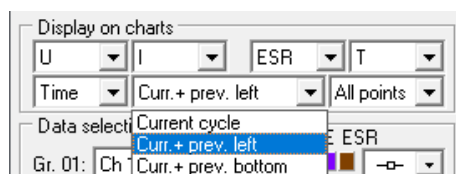

Рисунок 119 - Настройка режима отображения данных для текущего и предыдущего циклов программы тестирования
- Только текущий выполняемый цикл либо данные для цикла из выбранного исторического файла первичных данных ("Current cycle", см. рисунок 119);
- Текущий выполняемый цикл (либо данные для цикла из выбранного исторического файла первичных данных), а также предыдущий завершённый цикл (либо данные из исторического файла для предыдущего цикла, относительно цикла в выбранном историческом файле). При этом графики для предыдущего цикла расположены слева от текущего цикла (так, как это происходило по ходу времени) ("Curr. + prev. left", см. рисунок 119). Данный режим отображения удобен для наблюдения за ходом тестирования в реальном времени. При этом в области графиков отображается один полный предыдущий цикл, и неполный текущий. При завершении текущего цикла он становится предыдущим, а прошлый предыдущий цикл удаляется из области графиков. Таким образом, графики динамически обновляются, но на графиках всегда можно наблюдать один полный завершённый цикл программы тестирования и частично текущий выполняемый цикл.
- Текущий выполняемый цикл (либо данные для цикла из выбранного исторического файла первичных данных), а также предыдущий завершённый цикл (либо данные из исторического файла для предыдущего цикла, относительно цикла в выбранном историческом файле). При этом графики для предыдущего цикла расположены сзади, под графиками для текущего цикла, таким образом, графики для текущего выполняемого цикла оказываются наложенными на графики для предыдущего завершённого цикла ("Curr. + prev. bottom", см. рисунок 119). Данный режим отображения удобен для наблюдения за поведением тестируемого ХИТ с быстро изменяющимися характеристиками. В этом режиме легко видеть, насколько изменились графики заряда-разряда ХИТ на текущем цикле относительно графиков заряда-разряда того же ХИТ, но на предыдущем цикле.
Выбор режима отображения данных для текущего и предыдущего циклов осуществляется с помощью выпадающего списка, расположенного внизу в середине в области "Display on charts" (Вывести на графики) (см. рисунок 119).
Рисунок 120 - Вывод на графики данных для текущего выполняемого цикла, а также для предыдущего завершенного цикла. Графики для предыдущего цикла выводятся слева от графиков выполняемого цикла, в соответствии с ходом времени ("Curr. + prev. left", см. рисунок 119).
Рисунок 121 - Вывод на графики данных для текущего выполняемого цикла, а также для предыдущего завершенного цикла. Графики для предыдущего завершенного цикла выводятся сзади за графиками для текущего выполняемого цикла и оказываются подложенными под графики для текущего выполняемого цикла ("Curr. + prev. bottom", см. рисунок 119).